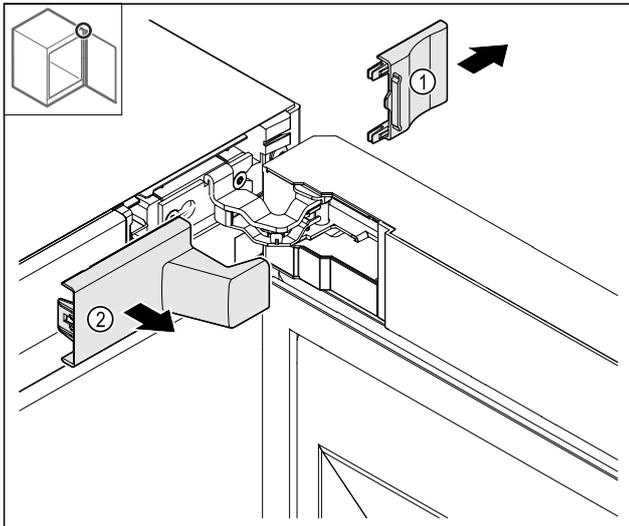

Fig. 14
- ▶ Retirer le cache Fig. 14 (1) puis le cache Fig. 14 (2).